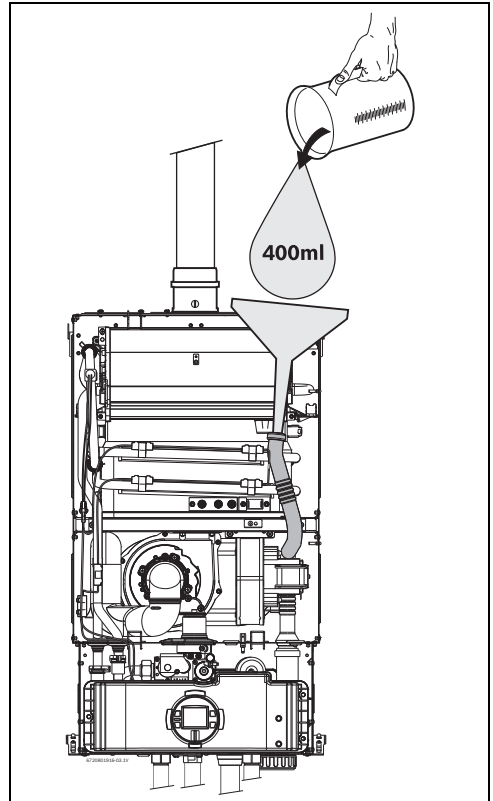

Fig. 34 Riempimento del serbatoio, con acqua, ad installazione avvenuta
- Riempire il serbatoio condensa, con circa 400 ml di acqua, direttamente dal tubo di scarico condensa. Per evitare danni all'apparecchio, inserire un imbuto nell'estremità del tubo (Fig. 34 ).